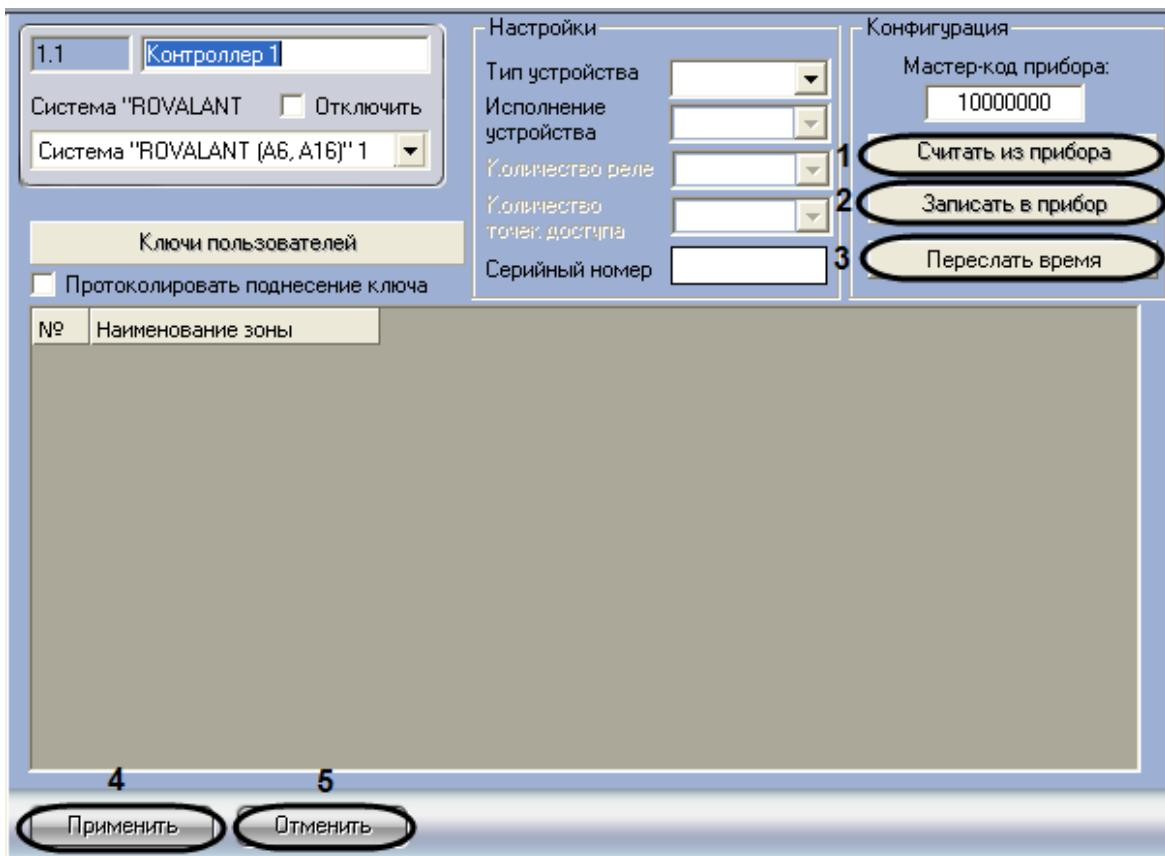

Рис. 3.3—3 Запись и загрузка конфигурации
1. Перейти на панель настроек объекта **Контроллер** (Рис. 3.3—3).
2. Для загрузки в ПК ACFA *Intellect* конфигурации из прибора необходимо нажать кнопку **Считать из прибора** (см. Рис. 3.3—3, 1).
3. Для записи конфигурации в прибор необходимо нажать кнопку **Записать в прибор** (см. Рис. 3.3—3, 2).
4. Для синхронизации времени прибора и Сервера необходимо нажать кнопку **Переслать время** (см. Рис. 3.3—3, 3).
5. Для сохранения изменений нажать кнопку **Применить** (см. Рис. 3.3—3, 4).